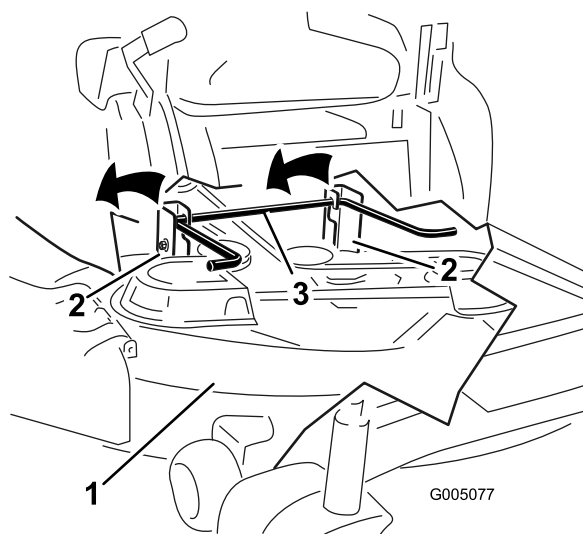

Figura 67
7. Eleve la carcasa del cortacésped y desenganche la varilla de elevación trasera de las pletinas de suspensión, y baje el cortacésped con cuidado al suelo (Figura 67).
5. Eleve la parte trasera de la carcasa del cortacésped y coloque las pletinas de suspensión sobre la varilla de elevación trasera (Figura 67).